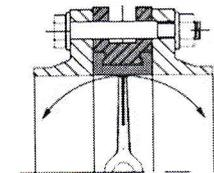

Рис. 3 (правильно)
3. Перед началом монтажа важно убедиться, что внутренний диаметр фланцев соответствует номинальному диаметру дискового поворотного затвора (рис. 3)